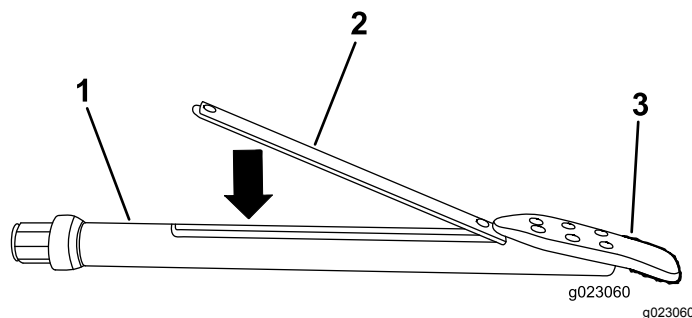

Figure 59
3. Insérez la balise dans le porte-sonde en orientant l'extrémité avant vers l'outil de forage (Figure 59).